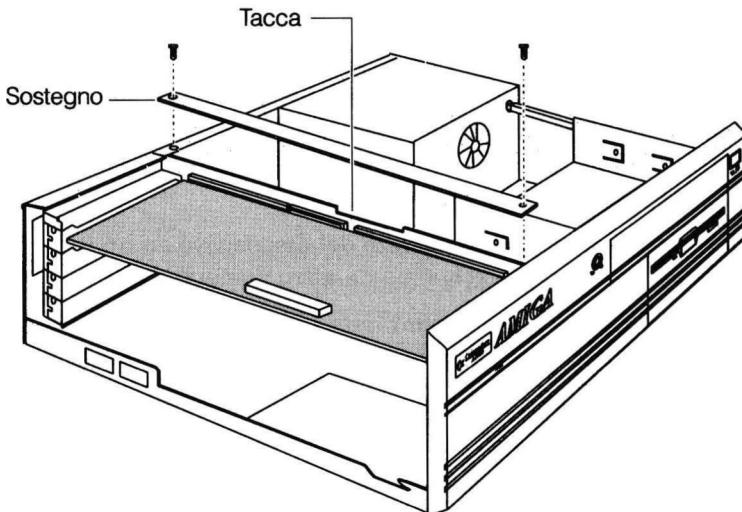

Figura 6. Rimozione del sostegno sulla piastra di espansione
- a. Togliere il supporto posto superiormente alla piastra di espansione svitando le viti che collegano il supporto con il telaio di Amiga, illustrato in Figura 6.